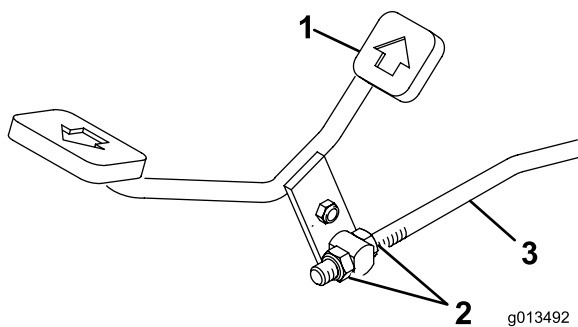

Figura 22
3. Afloje las contratuercas de la varilla de control (Figura 22).